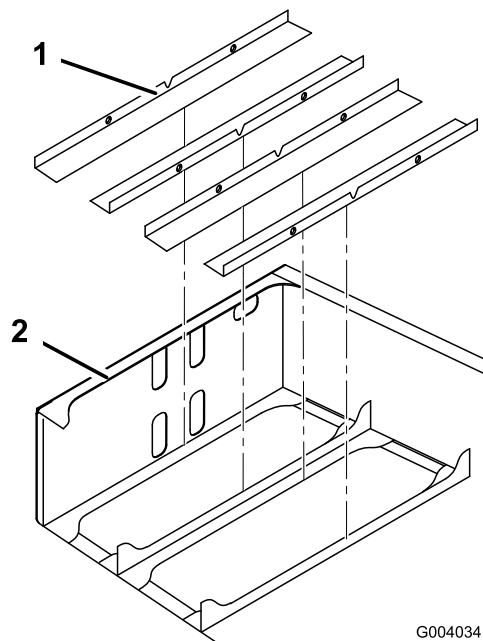

Figura 4
2. Montate i supporti del vassoio delle batterie all'interno del telaio posteriore (Figura 4).